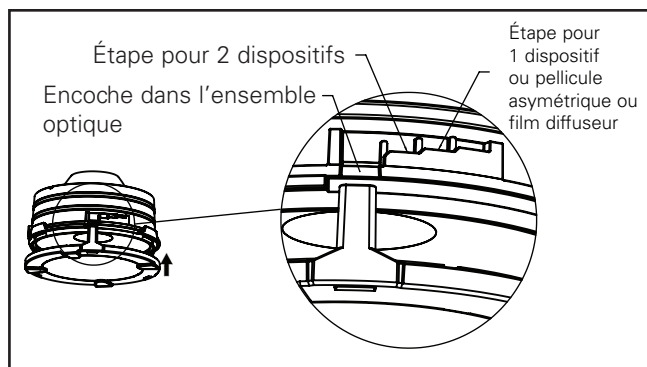

Figure 19.
4. Insérez l'ensemble du dispositif en alignant la languette du support du dispositif sur l'encoche de l'ensemble optique. (Figure 19)